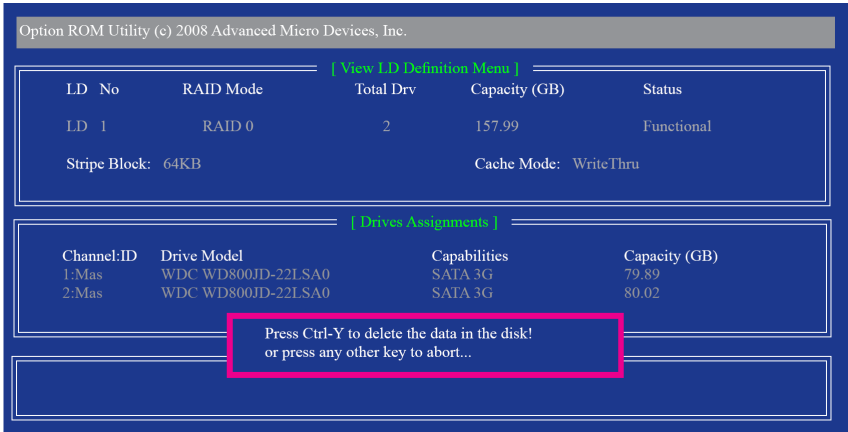

图 9
- 2. 之后您将进入如图 9 所示的“View LD Definition Menu”窗口。在此窗口里，您可以看到包含在此磁盘阵列中的磁盘成员。若您确定要删除该磁盘，请按<Ctrl> + <Y>键或按任意键取消。